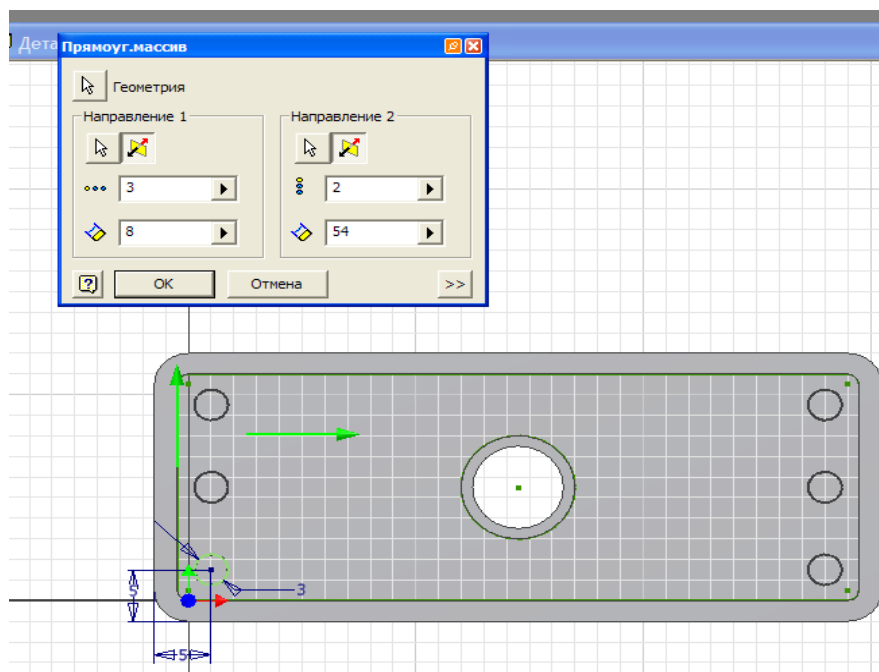

Рис. 72
**Прямоугольный массив** - выберите окружность - **Направление 1** (выберите направление для создания массива – укажите внутреннее ребро вдоль короткой стороны стенки оболочки, рисунок 72) – укажите количество элементов в этом направлении - **3** и расстояние между их центрами – **8 мм**. Нажмите - **Направление 2** укажите длинную сторону детали, Для изменения направления распространения массива используйте кнопку, рисунок 72 - количество элементов в этом направлении - **2** и расстояние между их центрами – **54**